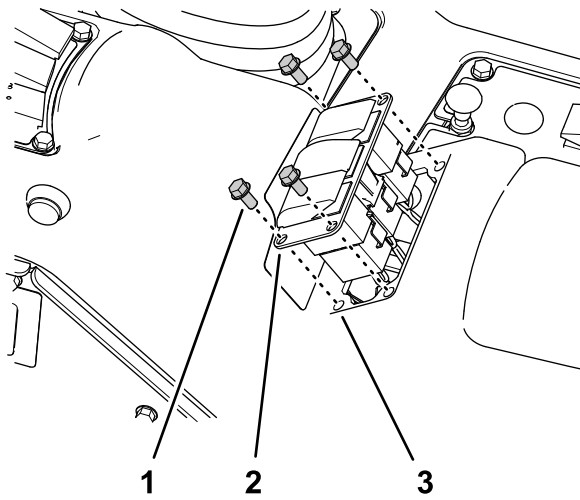

Bild 31
1. Entfernen Sie die vier Bundbolzen (1/4" x 1/2"), mit denen die 3-Schalterplatte an der Steuerkonsole befestigt ist (Bild 31).
3. Schließen Sie den 8-Buchsen-Stecker des Maschinenkabelbaums, der mit **Rate Switch** beschriftet ist, vom 8-Stift-Stecker des Schalters ab (Bild 31).
6. Fluchten Sie die Schalterblende mit der Öffnung in der 3-Schalterplatte aus, von der Sie den Dosierungsschalter entfernt haben (Bild 31).
7. Setzen Sie die Schalterblende in die 3-Schalterplatte ein, bis die Blende richtig in der Abdeckung einrastet (Bild 31).